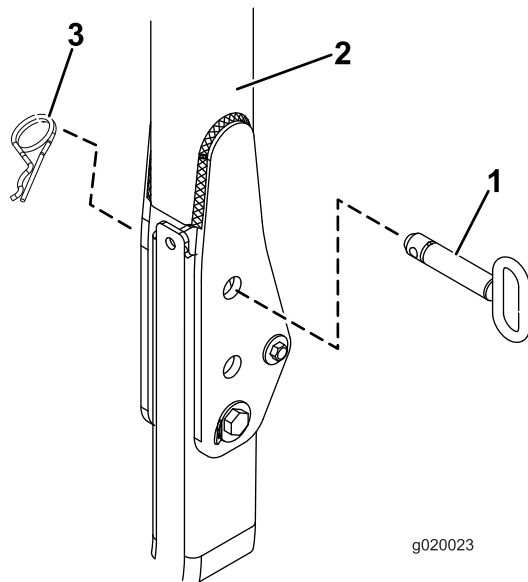

図 29
2. リールマスター 3555 および 3575 のトラクションユニットの場合は、ステップ 10 へ飛んでください。それ以外のモデルでは、ROPSを立てた状態で、ヘアピンコッターと2本のピンを抜取る 図 29。